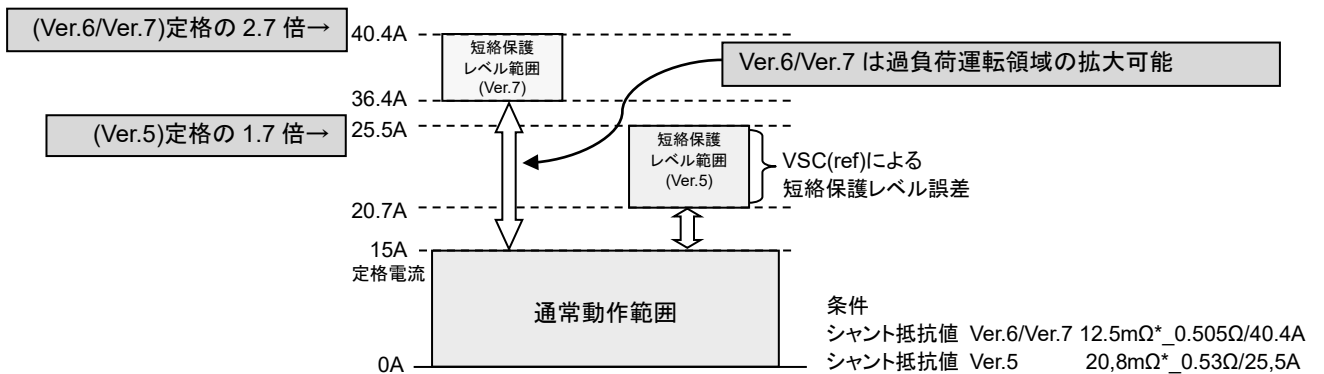

図 1-5-1 Ver.5, Ver.6, Ver.7 の短絡保護レベル比較(15A 品時)
- (1) Ver.6、Ver.7 シリーズでは、エアコンの APF(通年エネルギー消費効率)に影響する低電流域のオン電圧に関して、定格電流 1/10 のときの飽和電圧規格を追加しています。
- (2) Ver.6、Ver.7 シリーズでは、コレクタ電流のピーク値の絶対定格を、定格電流の 3 倍まで確保。コレクタ電流ピーク値の拡大によって、過負荷運転時など瞬時大電流を必要とする場合に対応しています。短絡時大電流に対する保護として使用する場合の Ver.5 と Ver.7 の短絡保護レベルの差異を 15A 品を例として図 1-5-1 に示します。コレクタ電流(ピーク)定格を定格電流 3 倍まで拡大していることから過負荷運転領域が大幅に増加しています。(短絡保護レベルの最大設定値は、定格の 2.7 倍までとなります。)